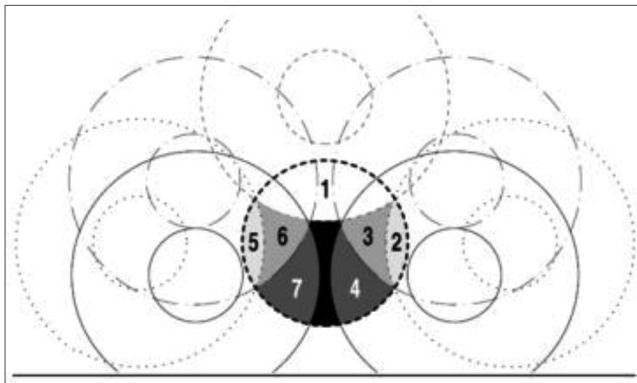

Рис. 21
13. Массивные круглые заготовки лучше всего разрезать ступенчато (рис. 21).